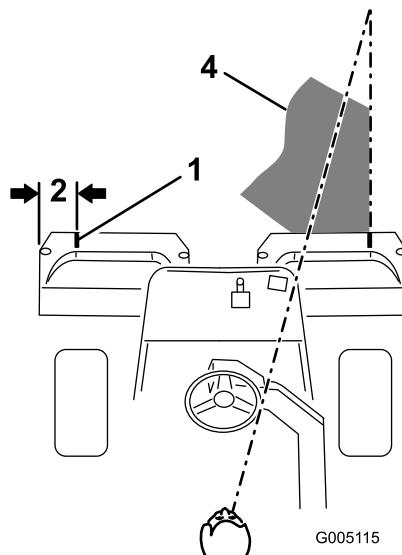
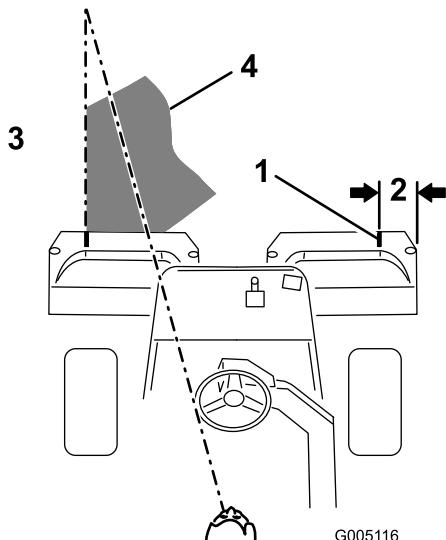

Figure 33
Figure 34
- Placez une bande de papier blanc ou un trait de peinture sur chaque bac parallèlement à son bord extérieur (Figure 33).
- Minimisez le chevauchement de la passe précédente lors de la passe de retour. Pour vous aider à conserver une ligne droite en travers du green et à maintenir la machine à égale distance du bord de la passe précédente, établissez une ligne de vision imaginaire à environ 1,8 à 3 m en avant de la machine jusqu'au bord de la partie non coupée du green (Figure 33 et Figure 34). Certaines personnes trouvent utile de faire passer la ligne de vision par le bord extérieur du volant, c.-à-d. de maintenir le bord du volant aligné avec un point se trouvant toujours à la même distance par rapport à l'avant de la machine (Figure 33 et Figure 34).